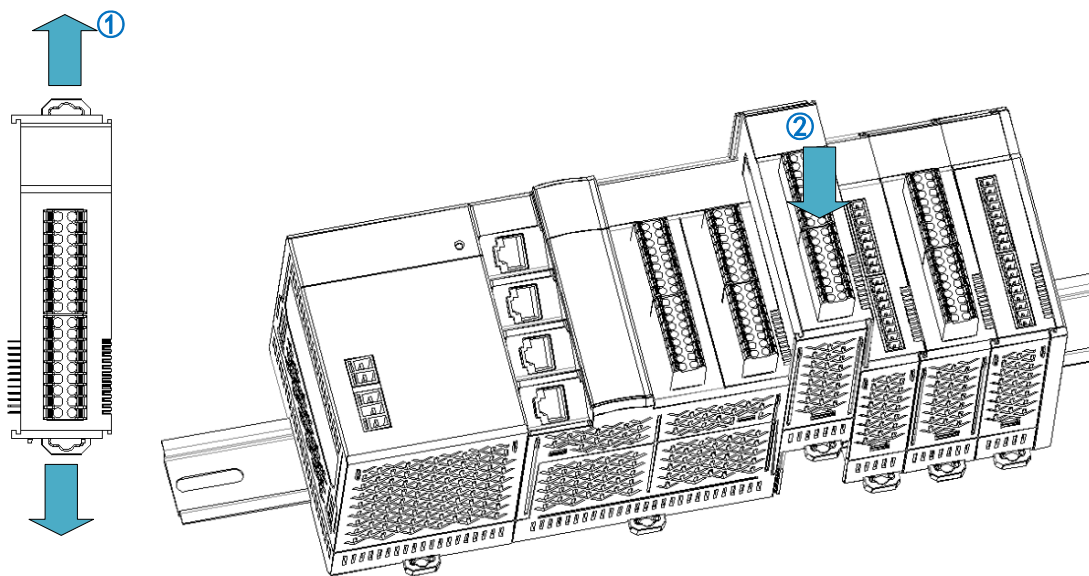

图6.7 安装模块的方法
2. 将I/O模块一台一台依序连接到主机右侧，并先将模块上、下方的两个DIN导轨固定扣依图6.7①中箭头所示方向拉开后，再将模块推往导轨，如图6.7②中箭头所示，推至底部合上固定扣，当听到咔哒一声后，即表示模块已经卡上导轨，并已经与主机连接好了。